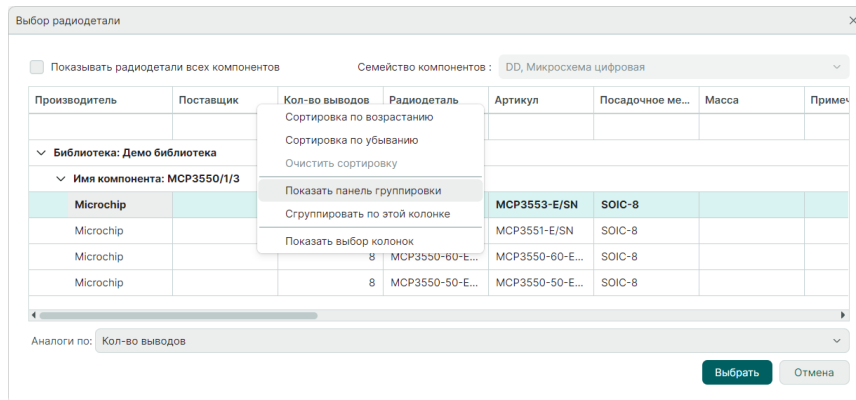

Рис. 98 Группировка радиодеталей по умолчанию
- По умолчанию данные сгруппированы по столбцам «Библиотека» и «Имя компонента». Для отображения панели группировки используйте команду контекстного меню «Показать панель группировки» для любого заголовка столбца, см. Рис. 98.